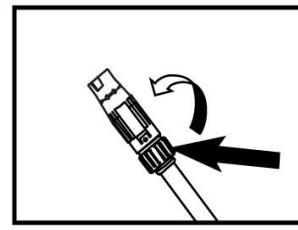

Рис.3
- Отпустите гашетку и убедитесь, что распыление воды полностью прекратилось. Поверните конец распылителя по часовой стрелке (рис. 3). Теперь при